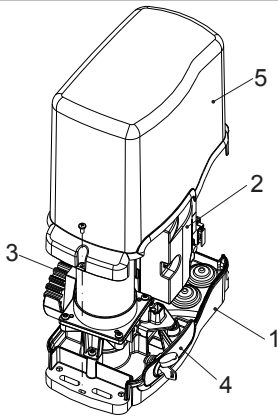

fig. 1
- 1_ Deckel des Schlosses heben, den Schlüssel einstecken und wie in Abb. 1 gezeigt drehen.
- 1_ Soulever le couvercle de la serrure, enfiler la clé spéciale et la tourner comme l'indique la fig. 1.
- 1_ Quite la tapa de la cerradura, introduzca la llave correspondiente y gire como indicado en la fig. 1.
- 1_ Retire a tampa protectora da fechadura, introduza a chave respectiva e rode-a como indicado na fig. 1.